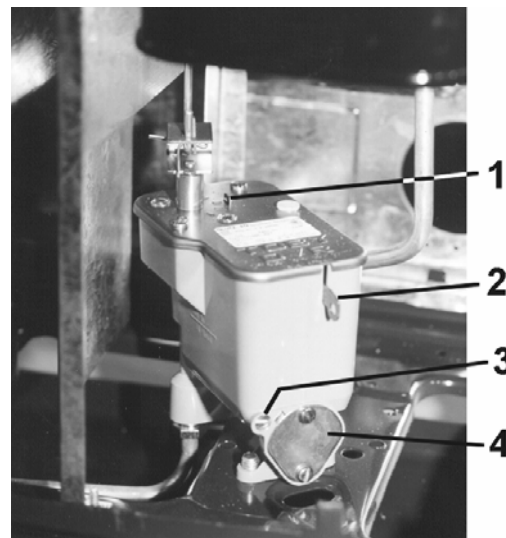

Abbildung 20: Ölgäler
Wichtig: Vor der ersten Inbetriebnahme Ihres Gerätes müssen Sie den **Sicherheitshebel** (Reglerfalle) des Ölgälers (Fabrikat: TOBY DVR, siehe Abbildung 20) **anheben**, danach fällt dieser Hebel von selbst wieder hinunter. Dadurch wird die Ölzufuhr vom Öltank bzw. von der zentralen Ölversorgung zum Ölgäler freigegeben.
1. Filterdeckel am Ölgler (2 Schrauben) und Filterdichtung abnehmen und Öl auffangen (Abbildung 20).
In seltenen Fällen kann es passieren, daß der Dosierstab im Ölgler verschmutzt, dadurch kann der Öldurchfluß behindert oder sogar völlig unterbunden werden. Dies können Sie eventuell folgendermaßen beheben: Leistungsregler auf höchste Stellung „6“ stellen und den Betätigungsstift am Ölglerdeckel (siehe Abbildung 20) kräftig antippen. Danach Leistungsregler wieder auf „0“ drehen.
Eventuell müssen Sie den Sicherheitshebel (Reglerfalle) des Ölglers (siehe Abbildung 20) nach oben drücken, um den Ölzuluß zum Regler freizugeben (siehe Kapitel 11.3.).